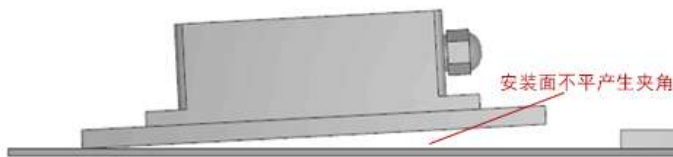

图 1
- 1) 传感器的安装面与被测量面固定必须紧密、平整、稳定，如果安装面出现不平容易造成 传感器测量夹角误差。见图 1、2